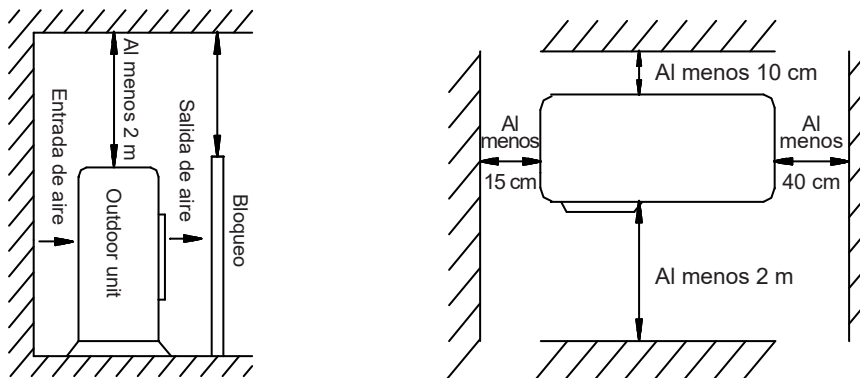

Fig.2
- La distancia de la instalación debe cumplir los requisitos de la Fig. 2.